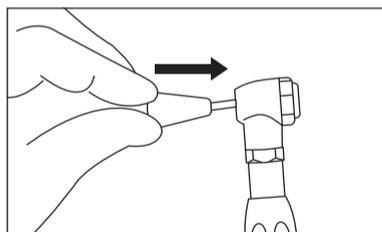

Fig. 2
- Para montar o copo para profilaxia ou a escova para polimento, alinhe as formas da parte posterior da fresa e o orifício do eixo da cabeça e pressione a fresa firmemente. (Fig.2)